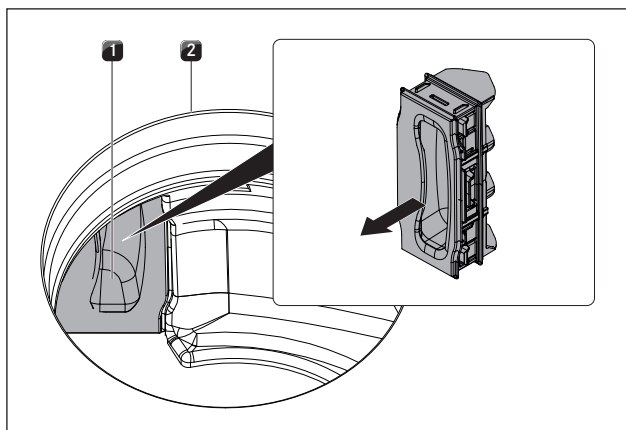

Fig. 8.5 Rimuovere la valvola di sostituzione del filtro
- ▶ Tirare all'interno dell'apertura immissione aria la valvola di sostituzione del filtro dall'apertura della cassetta del filtro. (Rimuovere la valvola di sostituzione del filtro v. Fig. 8.5).